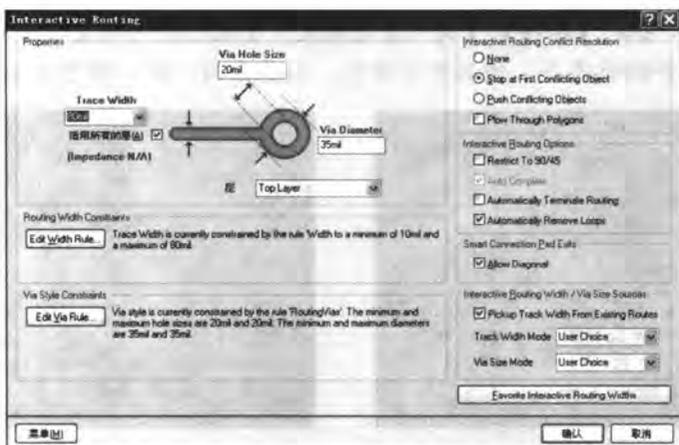

图 8-129 导线宽度修改及过孔设置
- [3] 布线过程中,可随时按`Tab`键,在打开的【Interactive Routing For Net】对话框中修改导线的宽度。“+5V”电源线的所用宽度为“150mil”,“GND”接地线的所用宽度为“80mil”,其余导线的宽度均为“20mil”。对于所放置的过孔,直径设为“35mil”,孔径设为“20mil”,如图 8-129 所示。